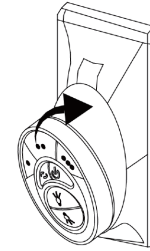

Fig. 24
Étape 1. Pour placer l'émetteur dans la plaque murale, insérez d'abord l'extrémité inférieure, puis appuyez sur le haut dans la plaque murale. L'émetteur est maintenant maintenu dans la plaque murale et fonctionnera à partir d'ici. (Fig.24)